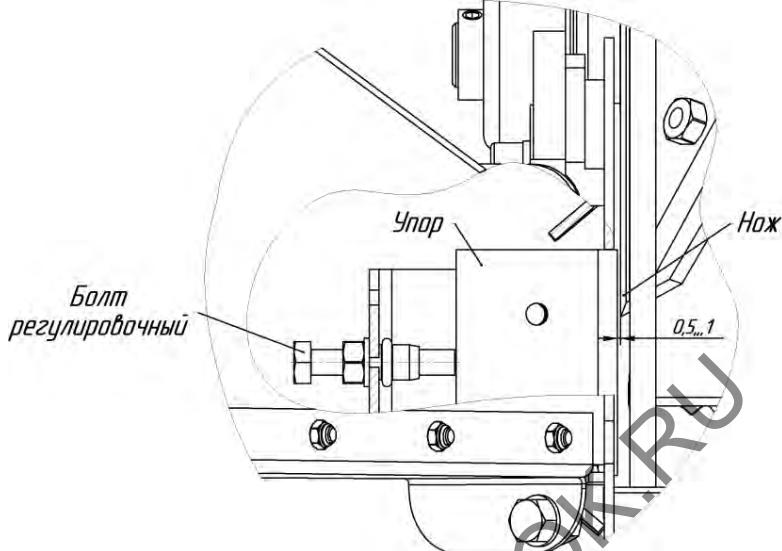

Рис.8. Выставление зазора между ножом и упором
- с помощью регулировочного болта выставить зазор между ножом и упором max 1 мм (рис.8).